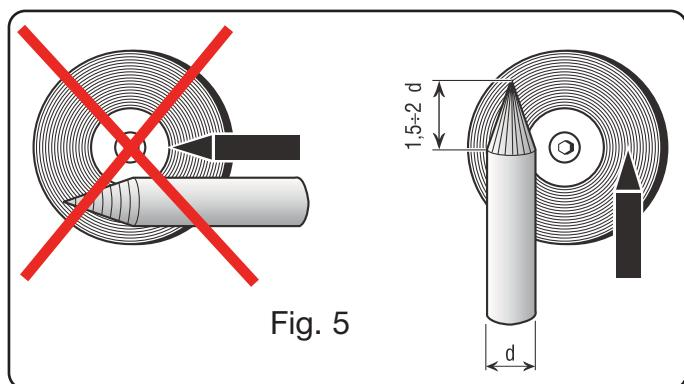

Fig. 5
É necessário prestar uma atenção especial à preparação da ponta do eléctrodo. Esmerilá-la de modo que apresente riscos verticais como indicado na fig. 5.
- Esmerilar a extremidade do eléctrodo de tungsténio de forma cónica por um comprimento 1,5 a 2 vezes o diâmetro do eléctrodo. (fig. 5).